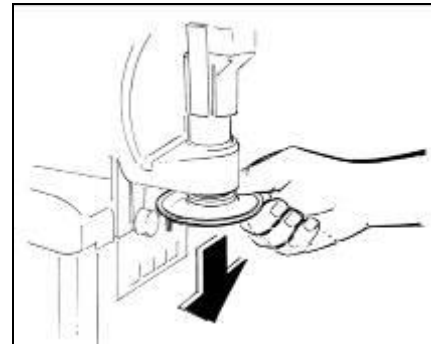

Fig. 6
- Quite el accesorio para proporcionar la clásica forma de estrella al producto erogado (Fig.6).